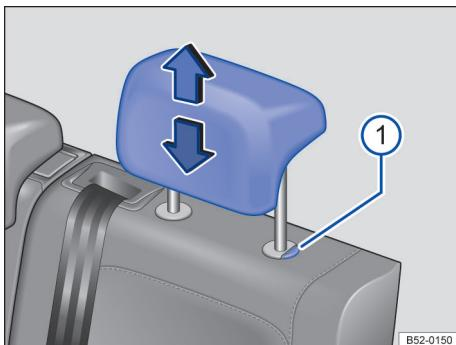

Fig. 70 Apoio para cabeça traseiros: ajustar.
- Deslocar o apoio para cabeça para cima ou para baixo na direção da seta com o botão Fig. 70 ① pressionado em *Introdução ao tema* na página 84.